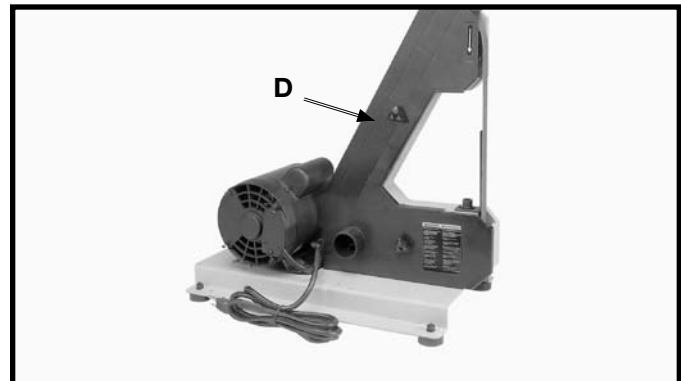

Fig. 3
3. La fig. 3 illustre la ponceuse à courroie (D) assemblée à la base.